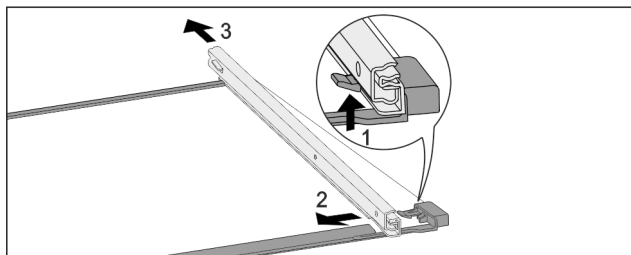

Fig. 173 Sklenená doska s koľajničkami
- Potlačte predný západkový hák nahor. Fig. 173 (1)
- Odsuňte vyťahovaciu koľajničku do strany Fig. 173 (2) a dozadu Fig. 173 (3).